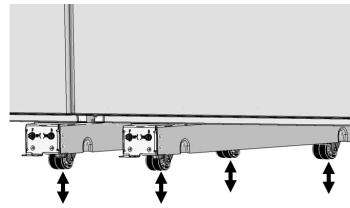

Fig. 8
- c. Utilice un destornillador de cabeza plana o una llave de tubo de  $\frac{3}{8}$ " para ajustar los pernos delanteros de los conjuntos niveladores (Fig. 8). Suba o baje las ruedas delanteras y traseras según sea necesario hasta que la unidad se apoye correctamente en el espacio del gabinete.